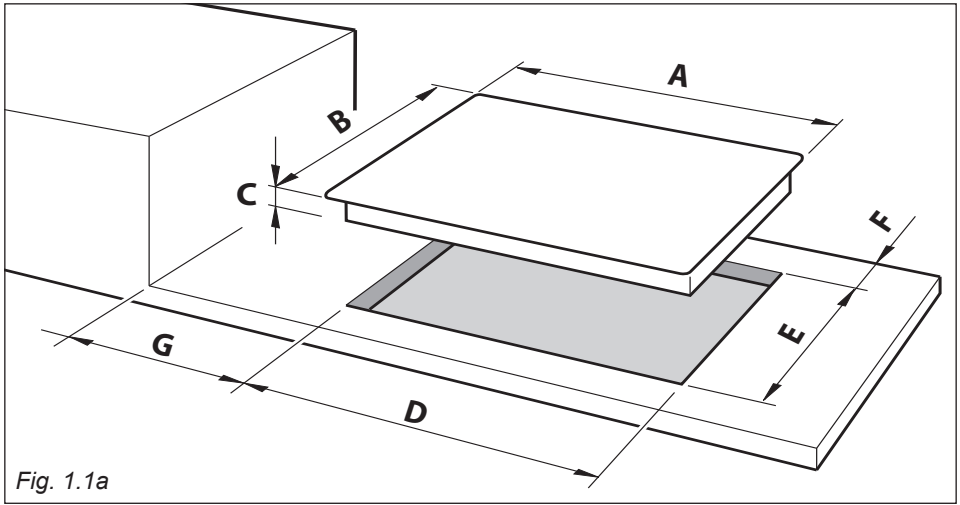

Fig. 1.1a
Pour encaster la table de cuisson dans le meuble, il faut pratiquer une découpe aux dimensions indiquées sur la fig. 1.1a, sans oublier que:
- Toute paroi, se trouvant à côté de la table de cuisson, doit être à une distance minimale de 200 mm (entre le côté de la découpe et la paroi - figs. 1.1a, 1.1b).
- La paroi à l'arrière de la table de cuisson doit se trouver à une distance minimale de 60 mm (de côté arrière de la découpe - fig. 1.1a).
- Découper le meuble en respectant les mesures indiquées dans la fig. 1.1a.